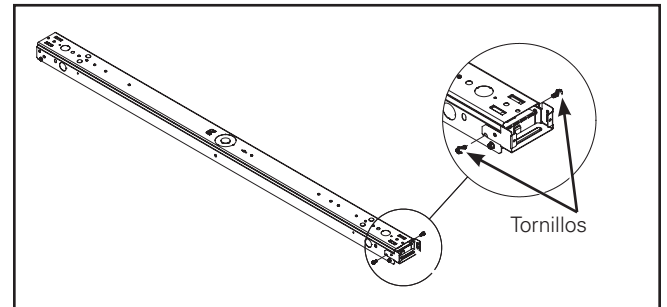

Figura 3.
3. Sujete la caja de conexiones a la mitad inferior usando los tornillos provistos. (Figura 3.)